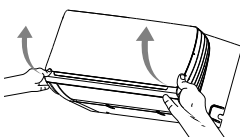

Figura 1
2. Para abrir o painel frontal, puxe-o para fora como indicado na figura 1.